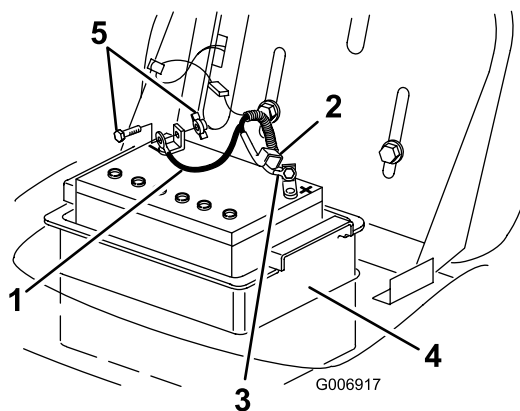

Figure 26
4. Débranchez le câble négatif (noir) de mise à la masse de la borne de la batterie (Figure 26).
5. Repoussez le capuchon en caoutchouc sur le câble positif (rouge). Débranchez le câble positif (rouge) de la borne de la batterie (Figure 26).
6. Déposez le bac de la batterie et la batterie du châssis (Figure 26).
1. Placez le compartiment de la batterie et la batterie dans le châssis (Figure 26).
2. Connectez le câble positif (rouge) à la borne positive (+) de la batterie à l'aide du boulon et de l'écrou papillon (Figure 26).
4. Connectez le câble négatif (noir) à la borne négative (-) de la batterie à l'aide du boulon et de l'écrou papillon (Figure 26).